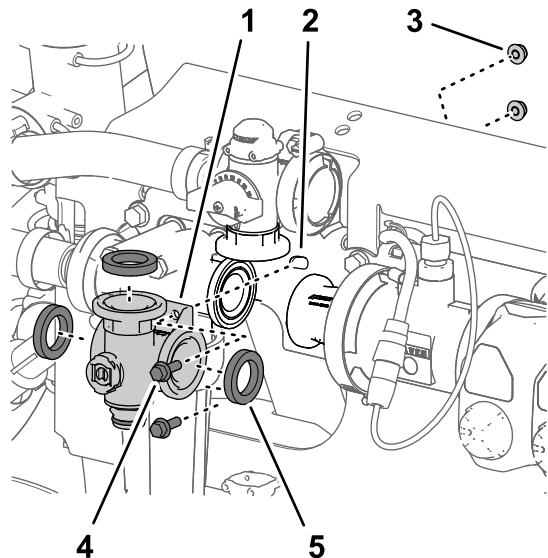
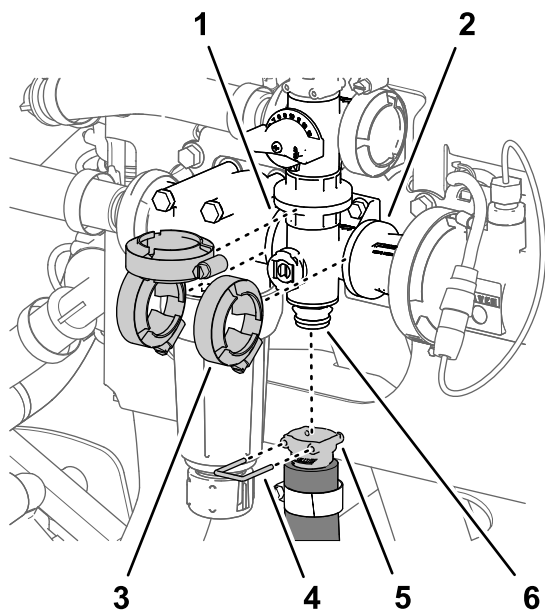

Figure 120
Figure 121
1. Alignez la bride du collecteur de la vanne d'agitation et les 3 joints sur les brides de la vanne de dérivation d'agitation, de la tête du filtre sous pression et de l'adaptateur d'accouplement (Figure 121 et Figure 120).
2. Fixez légèrement le collecteur de vanne d'agitation à la vanne de dérivation d'agitation, la tête du filtre sous pression et l'adaptateur d'accouplement (Figure 121) à l'aide des 3 colliers que vous avez retirés à la section Dépose de la valve du collecteur d'agitation \(page 83\).
5. Serrez les 3 colliers bride à la main (Figure 121).
6. Fixez le raccord rapide du flexible d'agitation au raccord rapide du collecteur de vanne d'agitation à l'aide de l'étrier de fixation (Figure 121).